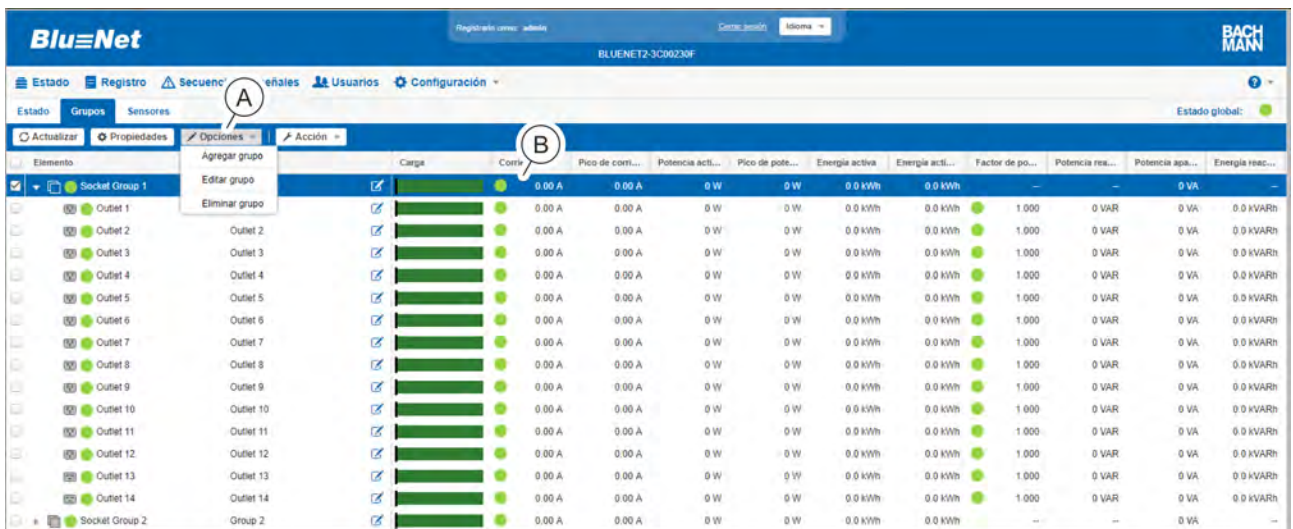

Fig. 110: Menú "Estado" – pestaña "Grupos"
3. ➔ Con el botón "Opciones ➔ Agregar grupo" cree un nuevo grupo de enchufes hembra (Fig. 110/Ⓐ).
Para modificar un grupo existente, seleccione el grupo deseado (Fig. 110/Ⓜ) y, a continuación, seleccione el menú "Opciones ➔ Editar grupo" (Fig. 110/Ⓐ).
Para eliminar un grupo de enchufes hembra, seleccione el grupo de enchufes hembra que desee (Fig. 110/ⓐ) y, a continuación, seleccione el menú "Opciones → Eliminar grupo" (Fig. 110/ⓑ). A continuación, aparece un cuadro de diálogo con una pregunta que debe confirmarse.